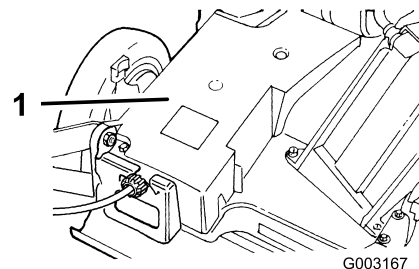

Figura 34
2. Retire los pernos que fijan la cubierta de la correa (Figura 34) a la carcasa del cortacésped.